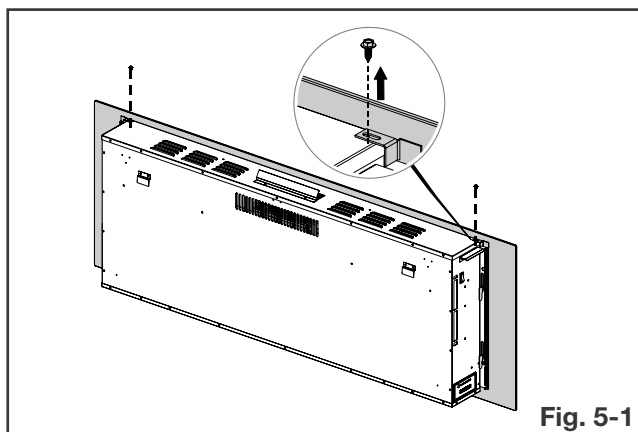

Fig. 5-1
- Avec une main sur la façade avant pour l'empêcher de tomber, retirez les deux vis (1 par côté) du haut de l'appareil (**Fig. 5-1**). Mettez de côté les vis.